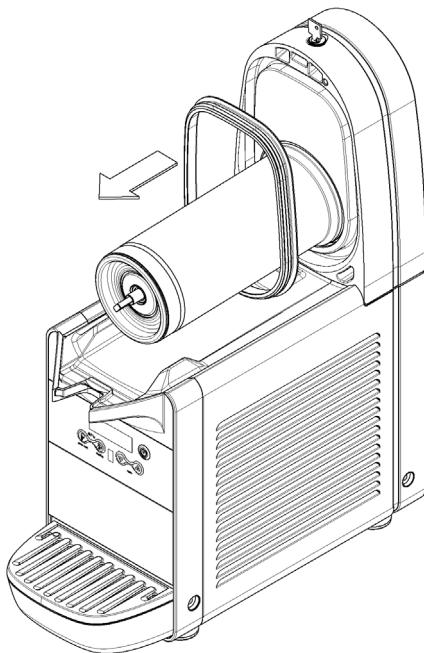

Bild 10
- 4 Die Dichtung entfernen (Bild 10).